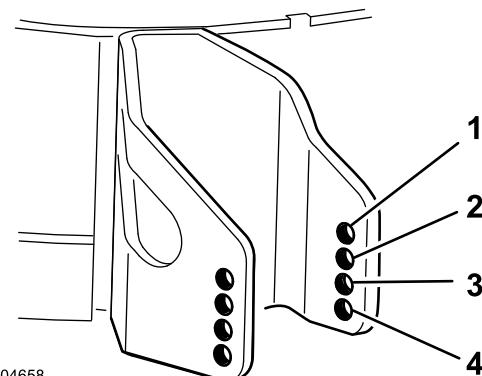

Figura 26
- Seleccione el taladro que hará que el rodillo protector del césped esté lo más próximo posible a la altura de corte deseada (Figura 26).